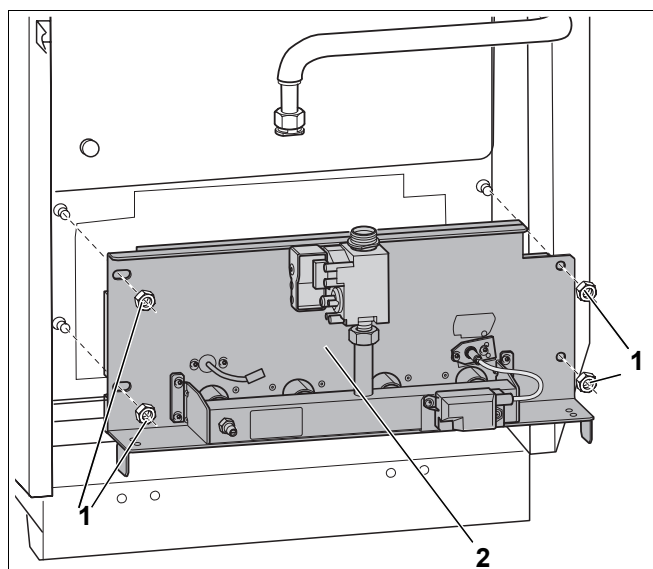

Fig. 38 Îndepărtați piulițele de fixare
- Îndepărtați piulițele de fixare (Fig. 38, **Poz. 1**) de pe panoul arzătorului (Fig. 38, **Poz. 2**) și scoateți arzătorul.
- La înșurubarea scutului arzătorului (Fig. 38, **Poz. 2**, pagina 51) trageți ușor de cele 4 șuruburi.